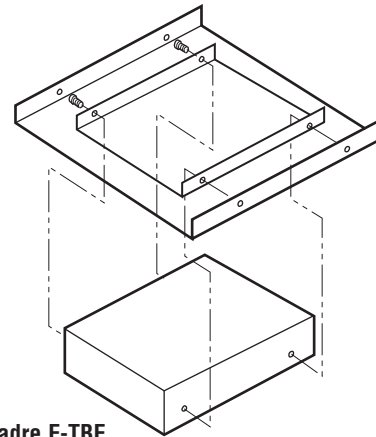

Figure 2 - Kit de cadre F-TBF
3. Montez le boîtier arrière de radiateur sur le lit de cadre F-TBF en utilisant les quatre (4) vis fournies avec ce kit. Voyez la Figure 2.